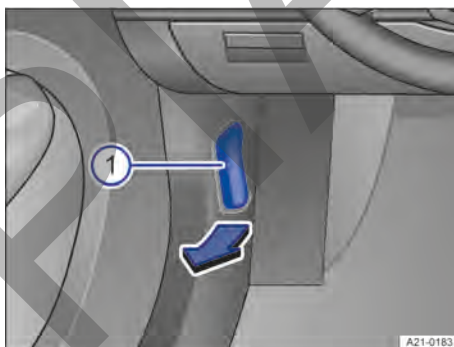

Fig. 169 En la zona reposapiés izquierda: palanca de desbloqueo del capó delantero (representación esquemática).
1. Antes de abrir el capó delantero, asegúrese de que los brazos del limpiaparabrisas se encuentren sobre el parabrisas → ①.
2. Abra la puerta del conductor y tire de la palanca de desbloqueo en el sentido de la flecha → Fig. 169 ①.